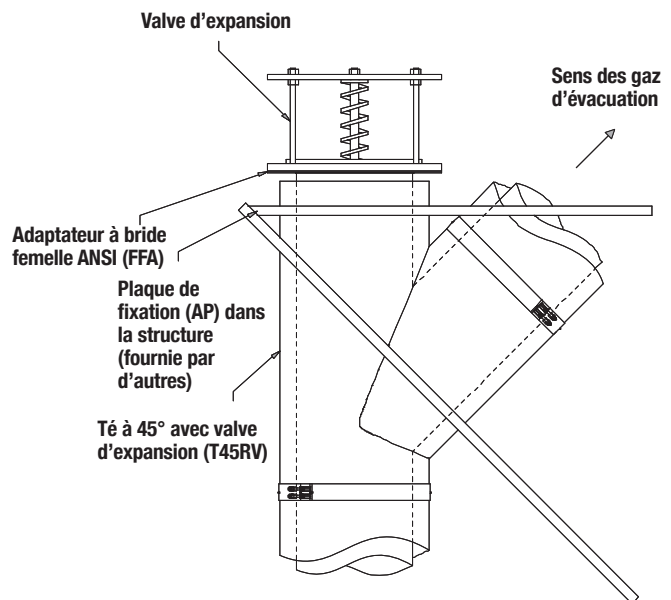

Figure 50 - Installation de la valve d'expansion
4. La valve d'expansion doit être supportée indépendamment du reste du système d'évacuation. Pour ce faire, la meilleure manière est de placer la plaque de fixation (AP) au niveau du joint entre l'adaptateur à bride ANSI et le raccord adjacent. Voir Figure 50.